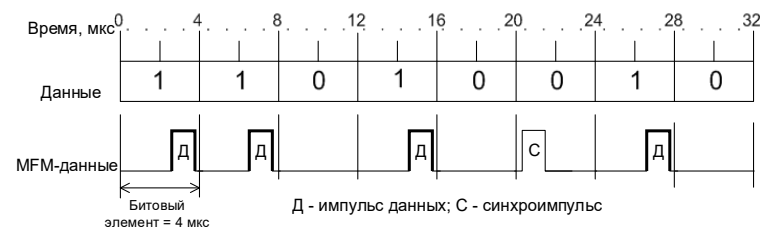

Рисунок 1.2 – Модифицированная частотная модуляция (MFM)
**Метод модифицированной частотной модуляции** (рисунок 1.2) позволяет вдвое увеличить продольную плотность записи благодаря тому, что на тех местах, где при FM размещаются синхриимпульсы, теперь находятся биты данных. При этом методе длительность битового элемента сокращается вдвое – до 4 мкс.